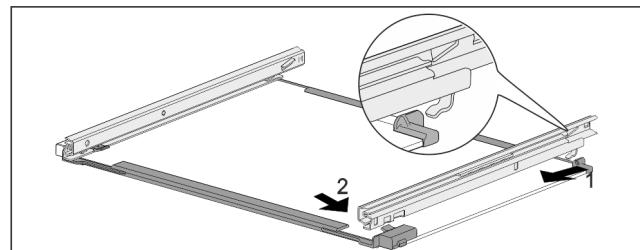

Fig. 192 Скляна пластина з рейками
- Зачепити рейку ззаду. Fig. 192 (1)
- Зафіксуйте рейку спереду. Fig. 192 (2)